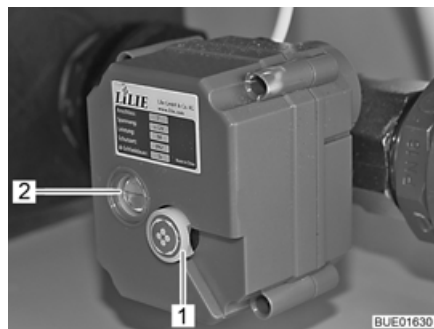

Bild 170 Elektrisch betätigtes Ablassventil
Eine rote Linie im Sichtfenster (Bild 170,2) des elektrisch betätigten Ablassventils zeigt die Ventilstellung an:
- Drehrad (Bild 170,1) am elektrisch betätigten Ablassventil nach außen ziehen und drehen (Drehrichtung beliebig).